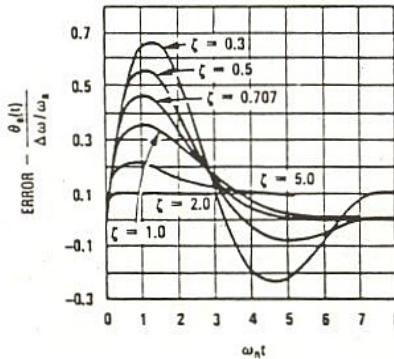

Figure 9 : Réponse à un saut de fréquence pour une PLL ayant une erreur dynamique de vitesse négligeable.
- optimisation de la réponse à un saut de fréquence (**figure 9**)